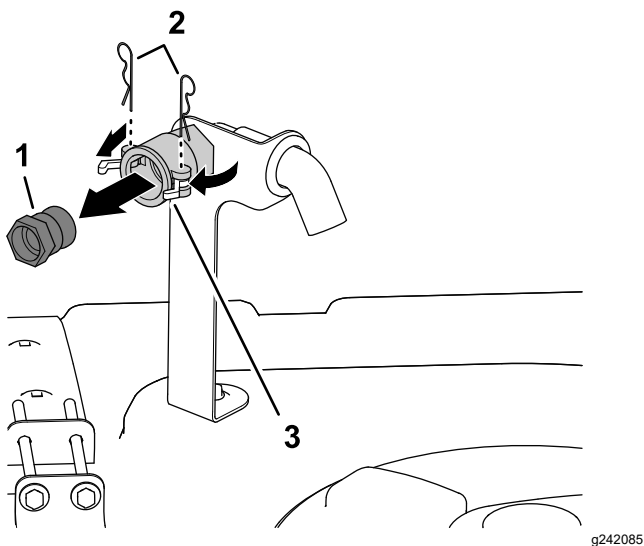

図 3
1. 液剤タンクカバーの右前側で、逆流防止レセプタクル用のクイックディスコネクトのフィッティングのラッチを固定しているヘアピン2本を外す 図 3。
2. ラッチを回して、クイックディスコネクトのカップリングのフィッティングのロックを解除する 図 3。
3. クイックディスコネクトのカップリングからフィッティングを外す 図 3。
4. ラッチを閉じて、クイックディスコネクトのカップリングのフランジにヘアピンを取り付ける 図 3。